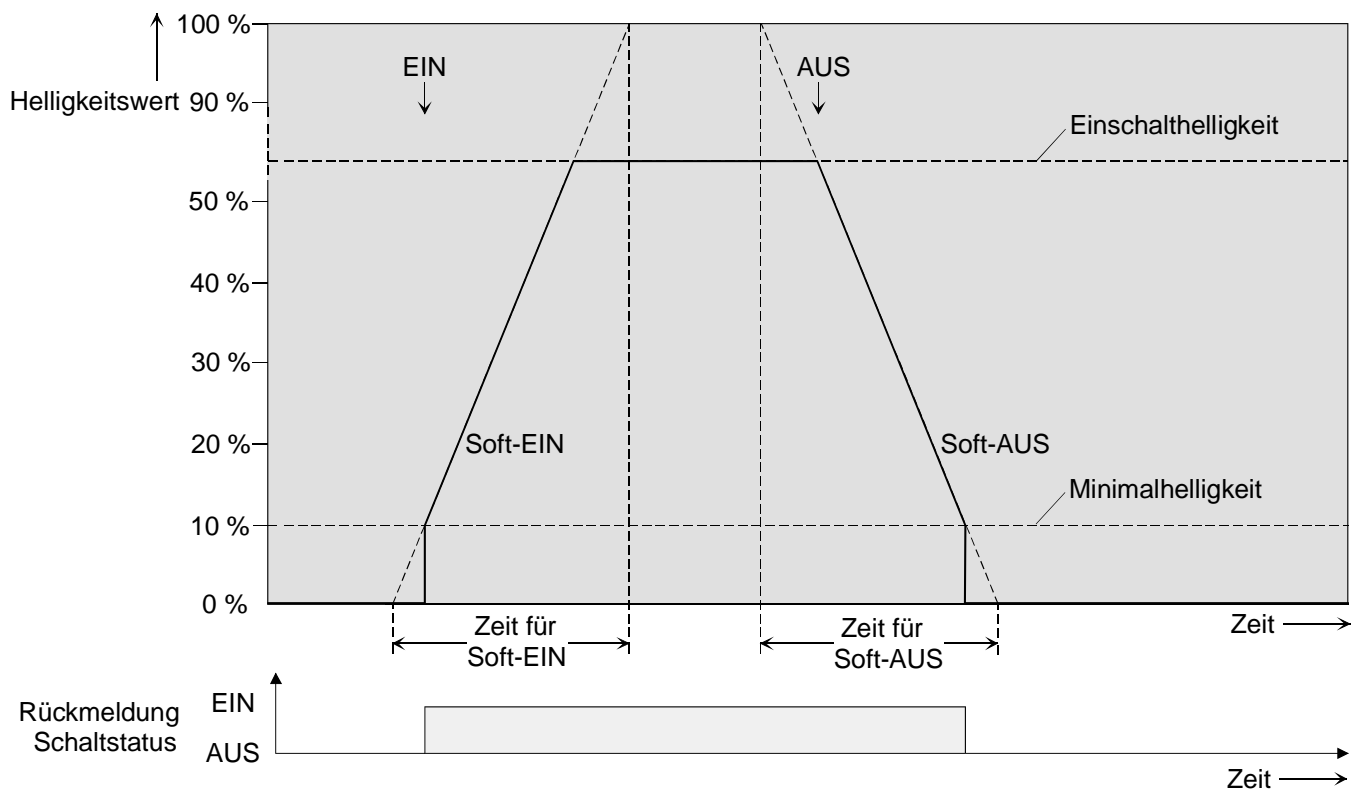

Fig. 22: Dimmverhalten der Soft-EIN/AUS-Funktionen als Beispiel mit Minimalhelligkeit > 0%
Bei aktivierter Soft-EIN-Funktion wird beim Einschalten ein Dimmvorgang bis zur parametrierten Einschalthelligkeit ausgeführt. Das erfolgt auch dann, wenn die DALI-Gruppe bereits auf einen Helligkeitswert kleiner Einschalthelligkeit eingeschaltet ist. Analog wird bei der Soft-AUS-Funktion beim Empfang eines AUS-Telegramms ein Dimmvorgang auf 0 % Helligkeit ausgeführt (vgl. Fig. 22).
- ❏ Der Dimmvorgang einer Soft-EIN-Funktion beginnt bei der im ETS Plug-In konfigurierten Minimalhelligkeit. Wenn eine DALI-Gruppe ausgeschaltet ist (Helligkeitswert = 0 %) und eingeschaltet wird, springt die Gruppe die parametrierte Minimalhelligkeit an und beginnt mit dem Soft-EIN-Dimmvorgang auf Einschalthelligkeit (vgl. Fig. 22).